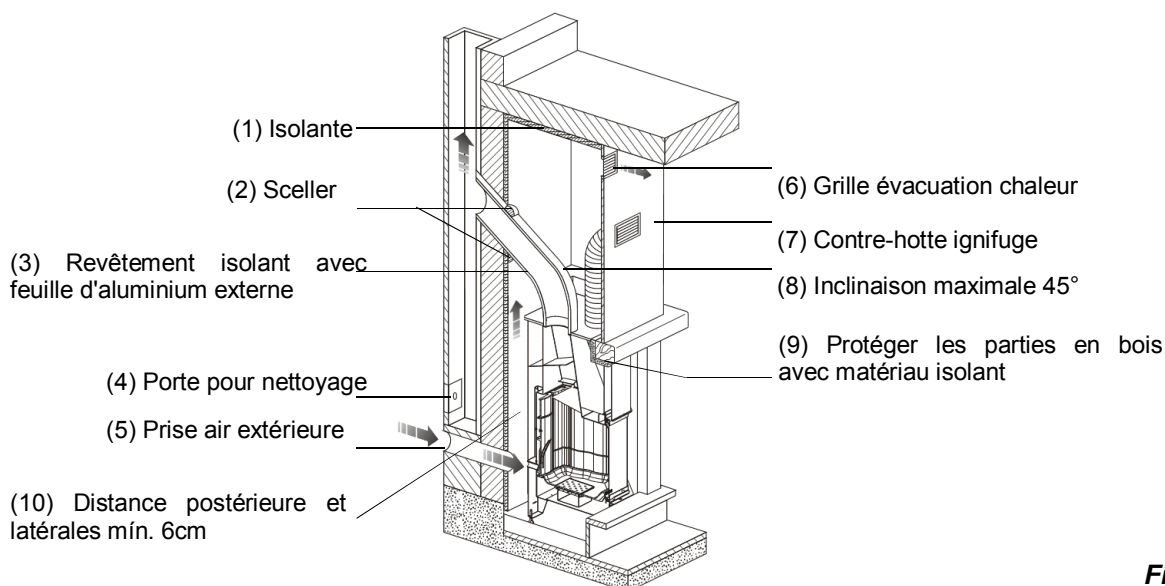

Figure 17
La grille évacuation chaleur (Figure 17 pos. 6) se trouve sur la partie supérieure du manteau à 20 cm du plafond. Cette grille **doit être toujours installée** car sa fonction est de permettre la sortie de la chaleur accumulée dans l'ambiance (surpression).